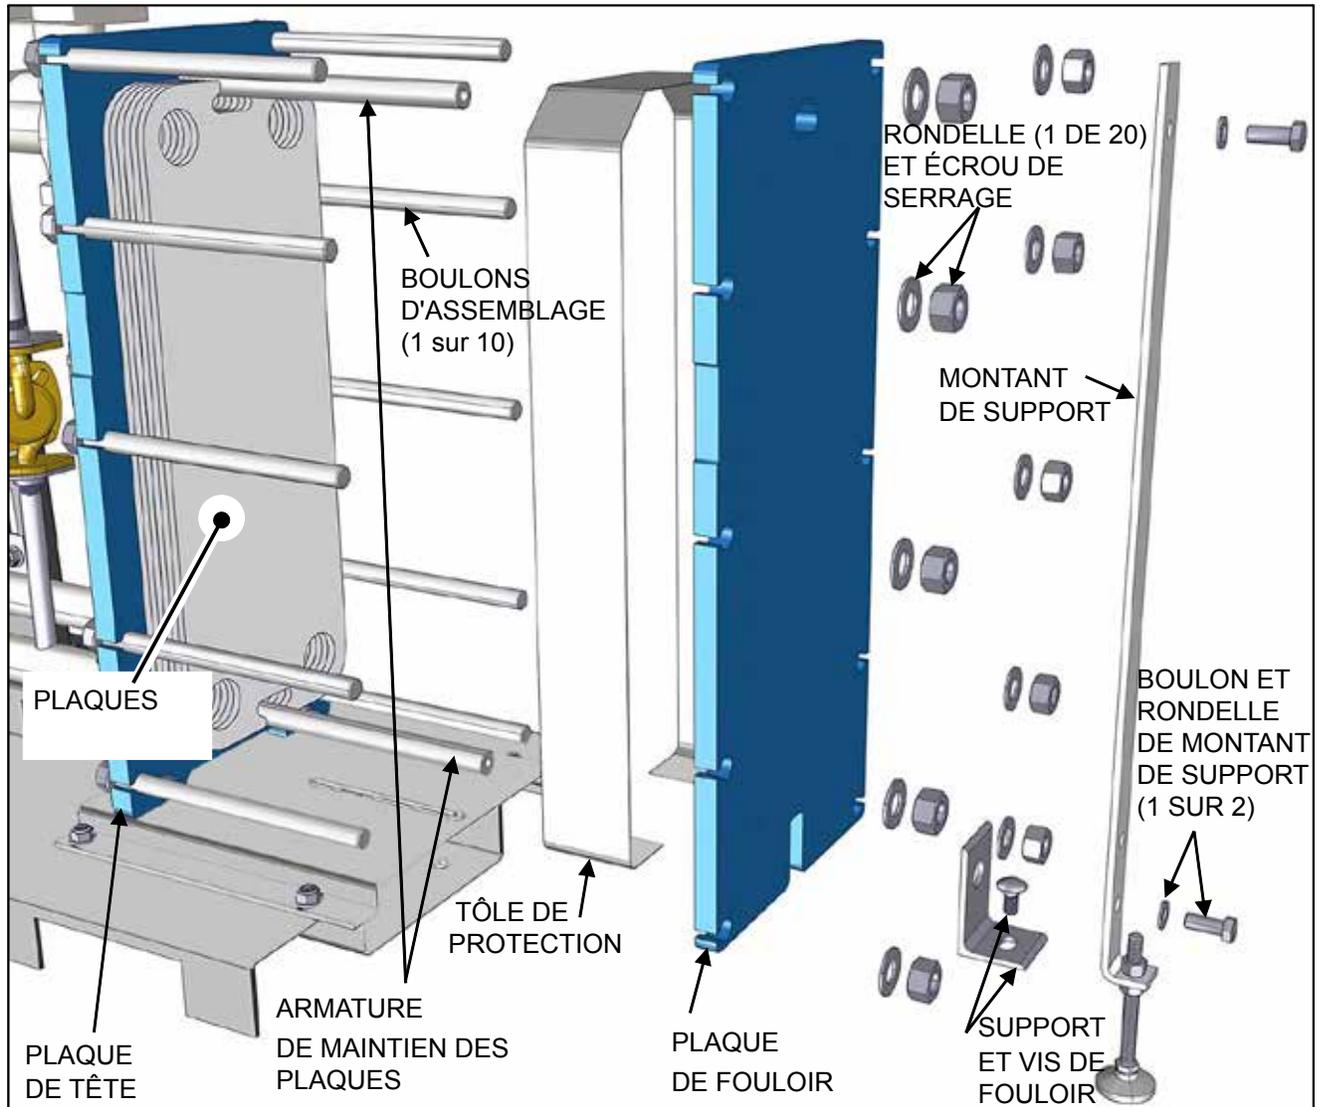

FIGURE 4-2: Pièces de l'échangeur thermique à plaques
Pour démonter l'échangeur thermique et accéder à l'ensemble des plaques pour les nettoyer ou les remplacer, se reporter à la figure 4-2 et aux instructions qui suivent. Les pièces de la figure 4-2 sont numérotées selon la nomenclature utilisée dans les instructions de démontage à la page suivante.
La figure 4-2 ne sert qu'à l'identification des pièces et n'est pas destinée à représenter avec précision l'assemblage des plaques.
9. Retirer les boulons supérieurs et inférieurs du montant de support, puis les rondelles et le montant de support lui-même (figure 4-2). Mettre ces pièces de côté pour le remontage.
10. Retirer le support et les vis de fouloir (figure 4-2). Mettre ces pièces de côté pour le remontage.
11. Tirer la plaque de fouloir vers l'arrière de façon à exposer les plaques (fig.4-2).
12. Retirer la tôle de protection (figure 4-2). Mettre de côté pour le remontage.
1. Une fois les plaques dans l'ordre de montage, se reporter à la figure 4-2 et aux instructions de la section 4.3.2 pour l'identification des pièces impliquées dans le remontage.
10. La tôle de protection, remonter le support et les vis du couvercle et visser sur la plaque de fouloir, et fixer le montant de support sur les supports de plaque en deux points (voir figure 4-2).